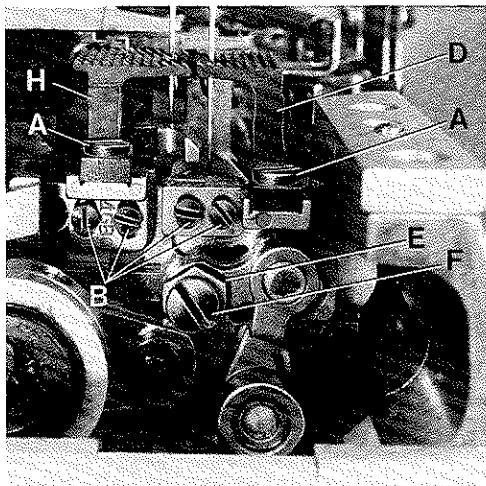

Fig. 23
Assemble the main feed dog (H, Fig. 23) and the differential feed dog (D), tighten fastening screws (A) slightly. Insert the throat plate support with throat plate on the cylinder arm and center the feed dogs across-the-line-of-feed in the throat plate slots to have equal clearance on all sides. Now tighten screws (A) firmly.
Montieren Sie den Haupttransporteur (H, Fig. 23) und den Differentialtransporteur (D), ziehen Sie die Befestigungsschrauben (A) nur leicht an. Stecken Sie den Stichplatten-träger mit Stichplatte auf den Zylinderarm und vermitteln Sie die Transporteure seitlich in den Stichplattenschlitzen so, daß sie an allen Stellen freigehehen. Ziehen Sie die Schrauben (A) danach gut an.
For setting loosen screws (B, Fig. 23) and position the feed dog holders with the feed dogs to the correct height. Tighten screws (B).
In-line-of-feed the differential feed dog can be set to the front or to the rear to clear equally between the main feed dog and the front end of throat plate slot. For adjustment loosen screw (F, Fig. 23) and rotate eccentric (E) in operating direction until the correct setting is obtained. Retighten screw (F).
Zur Einstellung lösen Sie die Schrauben (B, Fig. 23) und schieben die Transporteurhalter mit den Transporteuren auf die gewünschte Höhe. Ziehen Sie die Schrauben (B) an.
In Nährrichtung kann der Differentialtransporteur entsprechend vor- oder zurückgestellt werden, damit er zwischen dem Haupttransporteur und dem vorderen Schlitzende der Stichplatte gleichmäßig freigeht. Zur Einstellung lösen Sie die Schraube (F, Fig. 23) und drehen den Exzenter (E) in Nährrichtung, bis die richtige Einstellung erreicht ist. Ziehen Sie die Schraube (F) wieder an.